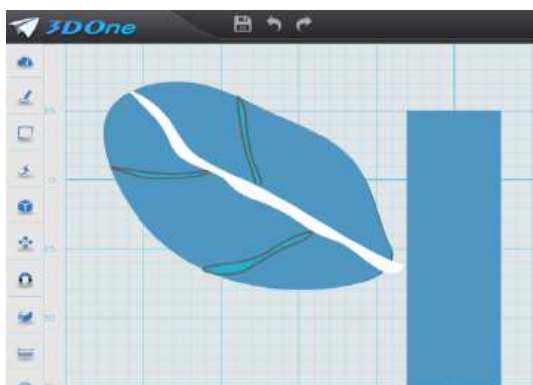
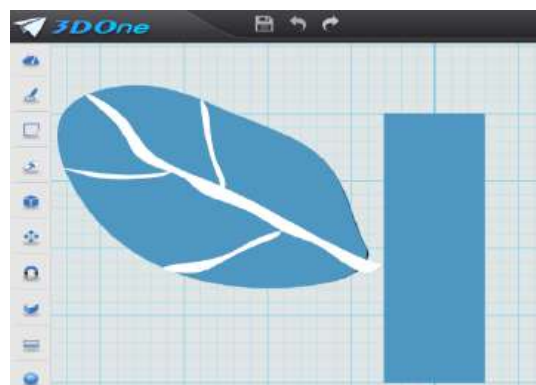

图 9-13
图 9-14
7. 用同样方法绘制支叶脉: 利用“绘制草图”命令制作其他叶脉, 如图 9-13。对叶脉进行拉伸, 拉伸高度: 1, 并对叶脉颜色进行渲染, 如图 9-14。